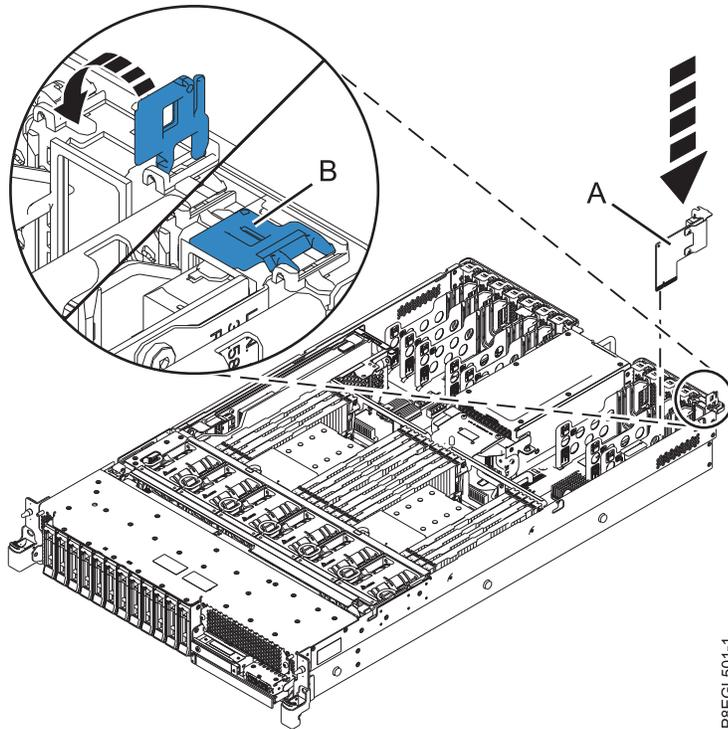

Abbildung 2. Austauschen der System-E/A-Karte in einem Einschubsystem
2. Wenn sich die blaue Befestigungslasche (**B**) in der offenen Position befindet, müssen Sie die System-E/A-Karte (**A**) mit den Führungsschienen des Systems ausrichten und die Karte direkt in den Kartensteckplatz schieben (wie in Abb. 2 auf Seite 6 dargestellt).
3. Drehen Sie die blaue Befestigungslasche (**B**) in die in Abb. 2 auf Seite 6 dargestellte Richtung, um die System-E/A-Karte einzurasten.